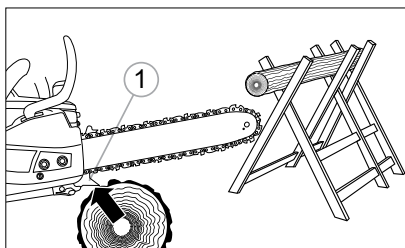

Рис. 19
При напречно рязане спирачката на зъбното колело 1 (рис. 19) трябва да се установява върху ствола, който се отрязва.
3. Поставете накрайника на иглата на спринцовката в отвора за смазване и инжектирайте смазката, докато се появи на външния ръб на зъбното колело на шината (рис. 19).